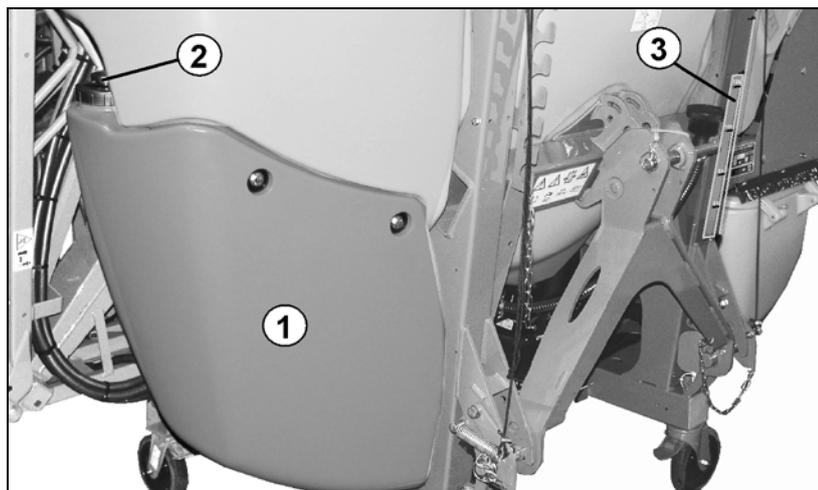

Fig. 41
El agitador conectado mezcla el caldo de pulverización en el depósito y se encarga de que el caldo siempre sea homogéneo. La potencia de agitación se regula con la llave de ajuste (Fig. 41/C).
- Posición Fig. 41/1: agitador apagado.
- Posición Fig. 41/2: agitador a máxima potencia.